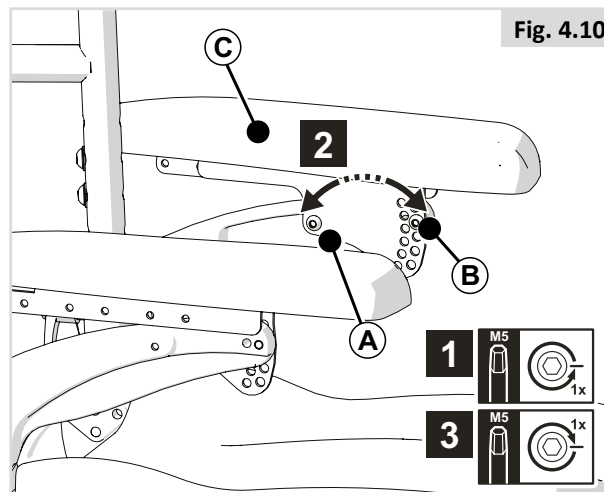

Fig. 4.10
PARTIE 2 (Fig. 4.10)
Pour atteindre facilement la vis arrière lorsque les accoudoirs sont bas, desserrez les vis (A) de la Fig. 4.10 et inclinez la manchette pour rendre la vis plus accessible.